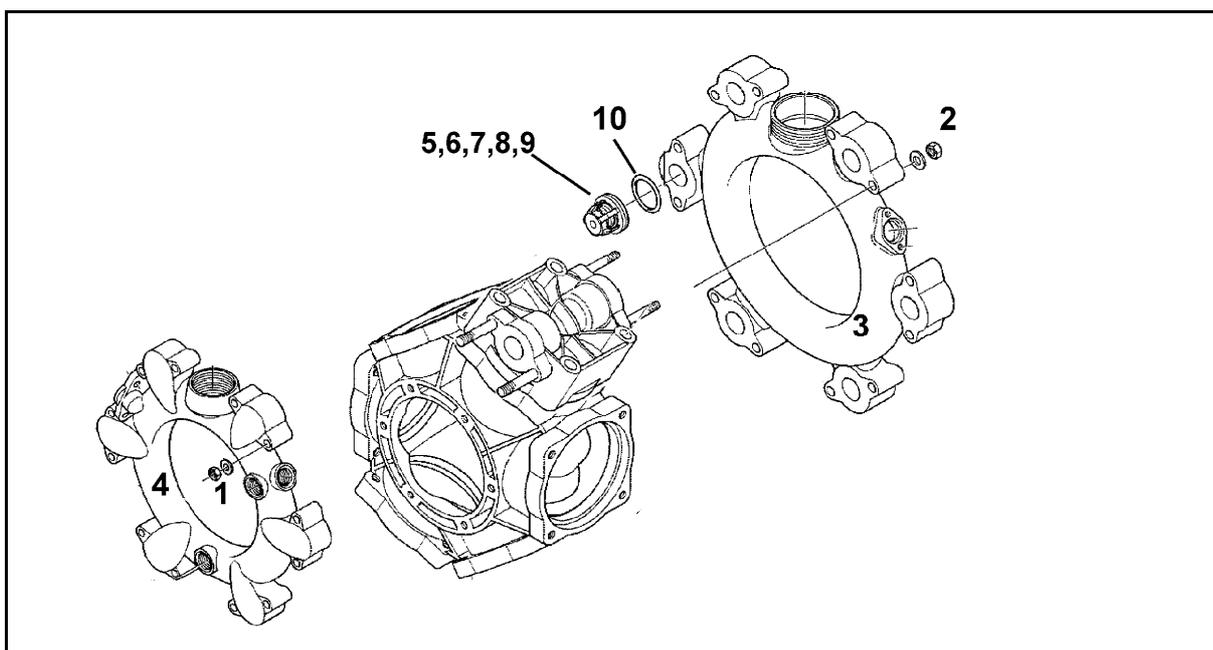

Рис. 165
- Запоминайте монтажное положение клапанов со стороны всасывания и нагнетания, перед снятием группы клапанов (Рис. 165/5).
- При монтаже следите за тем, чтобы не была повреждена направляющая втулка клапана (Рис. 165/9). Повреждения могут привести к блокированию клапанов.
- Болты (Рис. 165/1) необходимо затягивать обязательно в крестообразной последовательности с заданным моментом затяжки. Неправильная затяжка болтов приведет к деформации и вследствие этого к негерметичности.
2. Снимите гайки (Рис. 165/1,2).
3. Снимите всасывающий и напорный канал (Рис. 165/3 и Рис. 165/4).
4. Извлеките группы клапанов (Рис. 165/5).
5. Проверьте наличие повреждений и выработку седла клапана (Рис. 165/6), клапана (Рис. 165/7), пружины клапана (Рис. 165/8) и направляющей втулки клапана (Рис. 165/9).
6. Снимите уплотнительное кольцо круглого сечения (Рис. 165/10).
8. После проверки и чистки группы вентилей (Рис. 165/5) установите снова.
9. Вставьте новые уплотнительные кольца круглого сечения (Рис. 165/10).
10. Напорный (Рис. 165/3) и всасывающий канал (Рис. 165/4) прифланцуйте к корпусу насоса.
11. Гайки (Рис. 165/1,2) затяните крестообразно с моментом затяжки **11 Нм**.